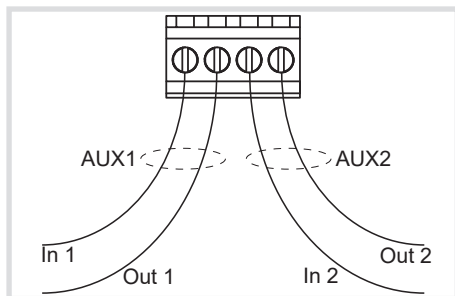

Figura 6: morsetto di collegamento (AUX) per generatori di segnale esterni
L'apparecchio è caratterizzato da due contatti a potenziale libero AUX1 e AUX2 (Figura 6) ai quali per es. può essere collegato un ingresso binario radio KNX. In tal modo è possibile inviare un segnale di allarme sul Bus KNX. Il segnale di allarme resta attivata per tutto il tempo in cui l'allarme (vedere Situazione pericolosa, Perdita d'acqua) viene confermato premendo il tasto (3) sull'unità sensore. Il cablaggio dei contatti a potenziale libero e il relativo significato è rappresentato nella Tabella 3.
- Collegare l'alimentazione della cucina 1-fase (17) ai morsetti di collegamento **IN** (22/23/29) dell'interruzione di tensione. A tale scopo, collegare innanzitutto il conduttore di protezione.
- Inserire la linea di allacciamento (30) nella guida di inserimento del cavo (10).
- Effettuare il fissaggio cavo antistrappo (26).
- Collegare il cavo di collegamento 1-fase (30) ai morsetti di collegamento **OUT** (22/23/28) dell'interruzione di tensione. A tale scopo, collegare innanzitutto il conduttore di protezione.
- Opzione: inserire il sensore di perdita d'acqua nella porta (12) dell'interruzione di tensione (9), (vedere la sezione Montaggio del sensore perdita d'acqua).
- Fissare la copertura della scatola (13) sulla parte inferiore della scatola mediante le viti di fissaggio (14).
- Opzione: collegare il generatore di segnale esterno al contatto a potenziale zero (18), (figura 6).